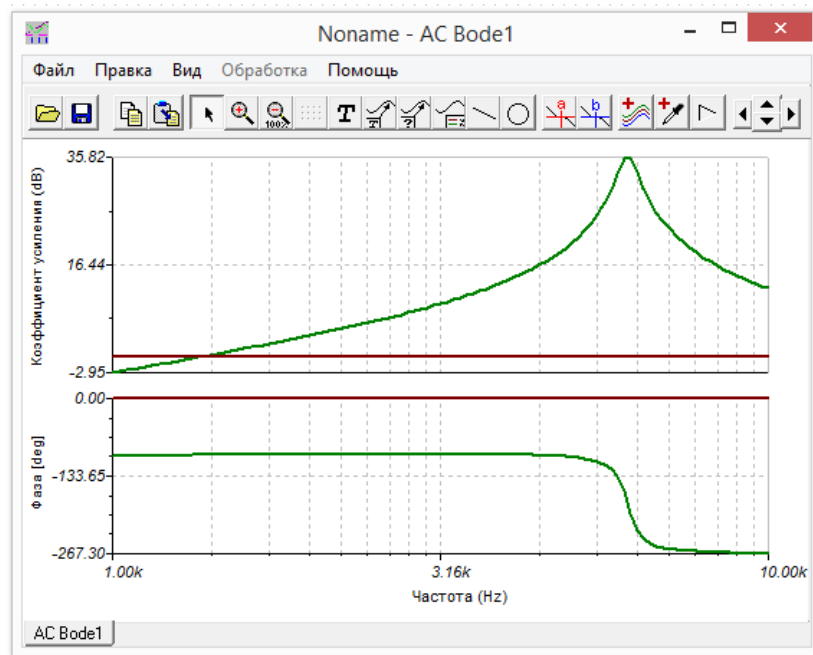

Рисунок 5.13 – АЧХ транзисторного резонансного усилителя с ОИ
9. Проведем анализ АЧХ: *Анализ – Анализ переменного тока – Анализ переходных характеристик* (рисунок 5.13). Установить пределы изменения частоты от 1 до 10 кГц и логарифмический масштаб.